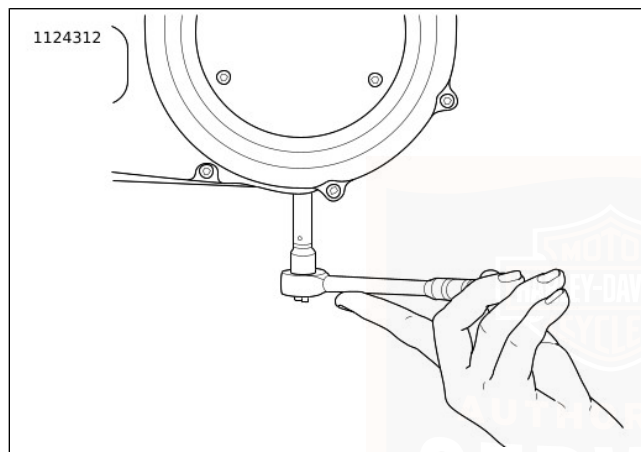

Abbildung 114. Ausbau/Einbau der Kettengehäuse-Ablassschraube
3. Siehe Abbildung 114. Das Primärkettengehäuse entleeren.